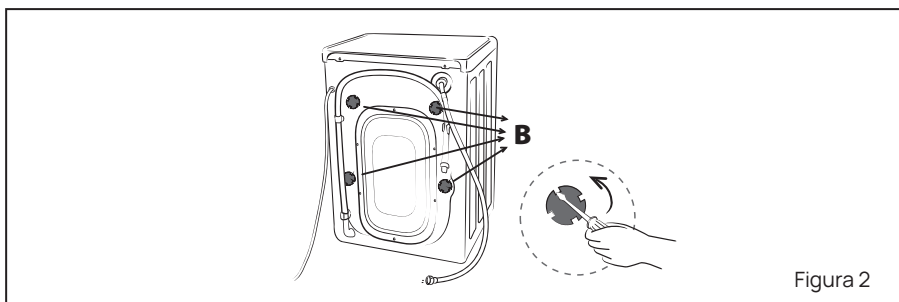

Figura 2
- Cierre los cuatro orificios libres con los tapones "B" (se proveen en la bolsa de accesorios). Ver figura 2
- Al retirar los tapones "B" (para colocar los anclajes en caso de transporte) utilice una herramienta para liberar las cuatro trabas del tapón. Ver figura 2